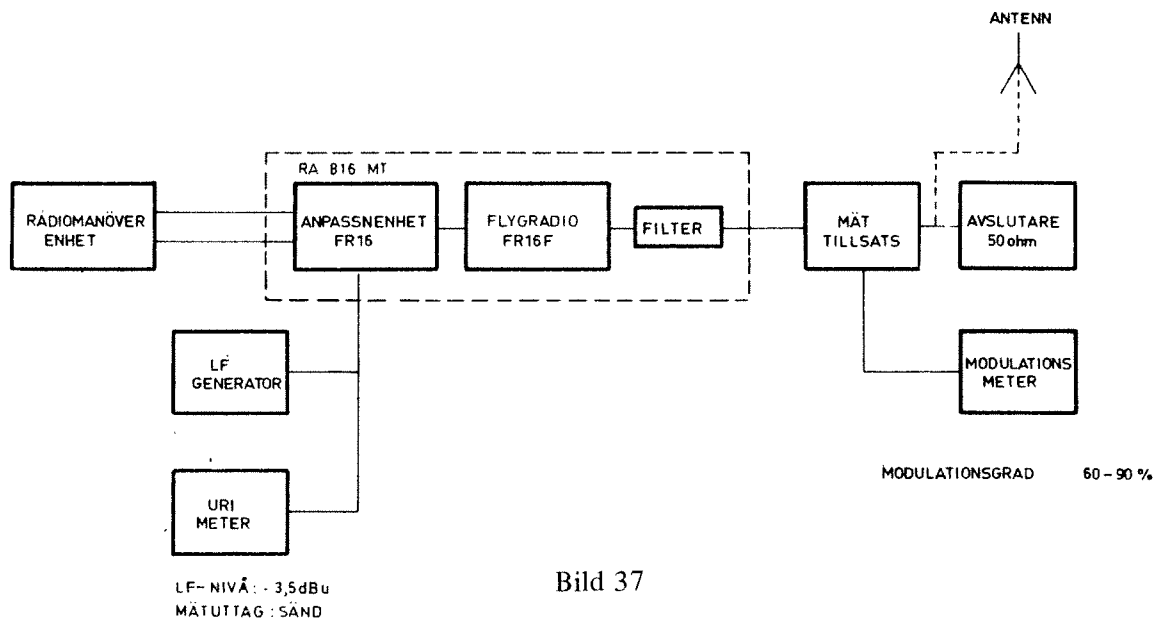

Bild 37
- Anslut mättillsatsen och modulationsmetern enligt bild 37.